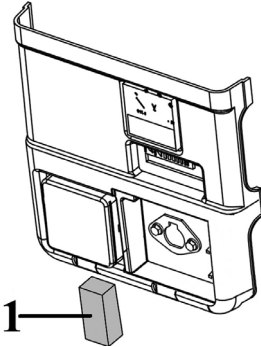

Рис. 10 Обслуживание воздушного фильтра
1. Снимите крышку воздушного фильтра и извлеките воздушный фильтр (Рис. 10 п. 1).